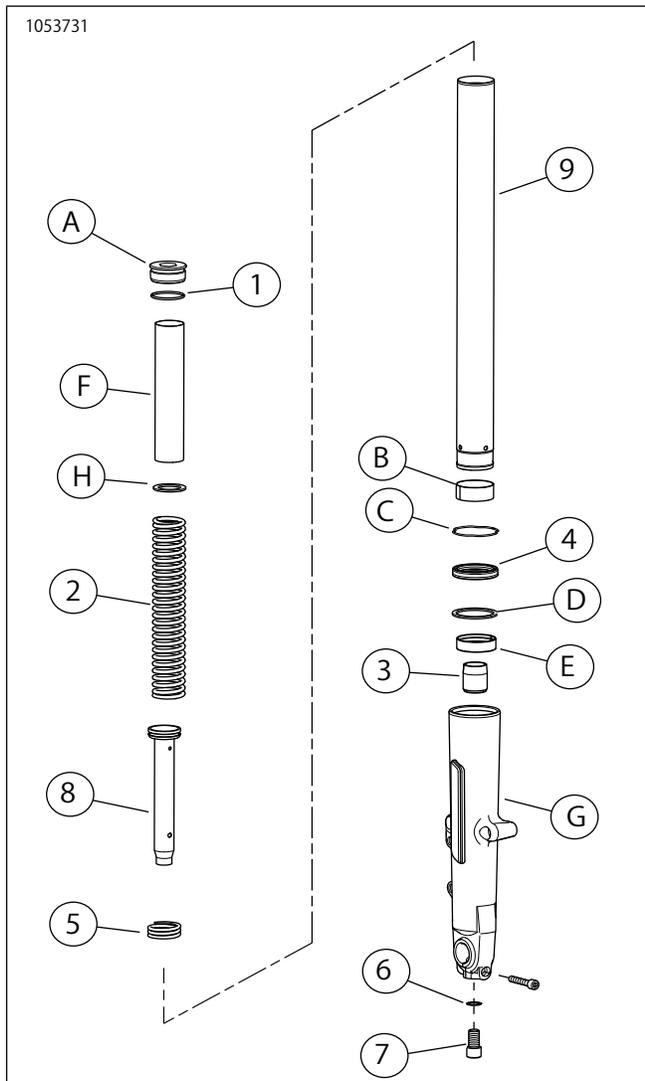

図6. 交換用パーツ: Touringカートリッジ式フロントフォーク
- b. 「図6」を参照してください。フォークボルト(A)を上にし、ツール内側のラバーパッド間でフォークチューブ(9)を固定します。フォークチューブがしっかりと固定されるまでノブを締め付けます。
1. 「図6」を参照してください。ピストンリングをカットアウトを下にしてダンパーチューブに取り付けます。キット(8)の新品のダンパーチューブに新品のリバウンドスプリング(5)を合わせます。ダンパーチューブを新品のフォークチューブ(9)に挿入します。
- c. 「図6」を参照してください。フォークオイルシールに触れるまで、フォークチューブに固定クリップ(C)をスライドさせます。フォークスライダの溝にリテーニングクリップを取り付けます。フォークチューブに取り付けるとき、リテーニングクリップを捻じたり、伸ばさないよう注意してください。クリップが破損する場合があります。
- d. 「図6」を参照してください。メタルリングがフォークチューブ上に水平になるまで、ロッドをフォークチューブの先端に挿入します。